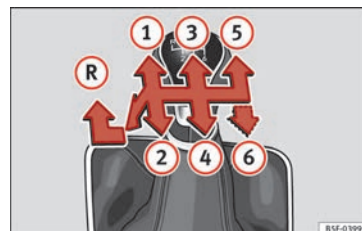

Fig. 44 Esquema de un cambio manual de 5 marchas o bien de 6 marchas.
En la palanca de cambios se indican las posiciones de las marchas » **fig. 44.**
- Con la palanca de cambios en punto muerto, presiónela hacia abajo, muévala a la izquierda hasta el final y después hacia delante para seleccionar la marcha atrás » fig. 44 **R**.